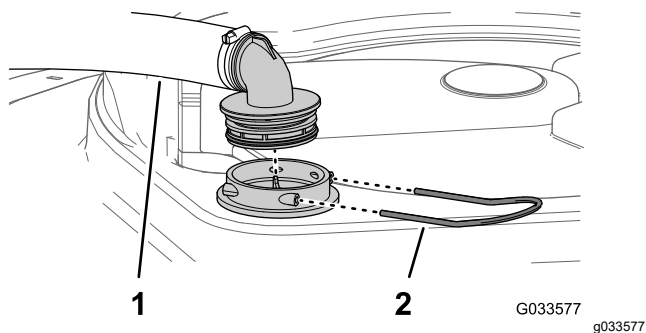

Figura 28
2. Na parte superior do tanque do pulverizador, remova o retentor que prende o encaixe da mangueira ligada à mangueira grande do compartimento do filtro (Figura 28).
3. Remova a mangueira e o encaixe da mangueira do compartimento do filtro (Figura 28).